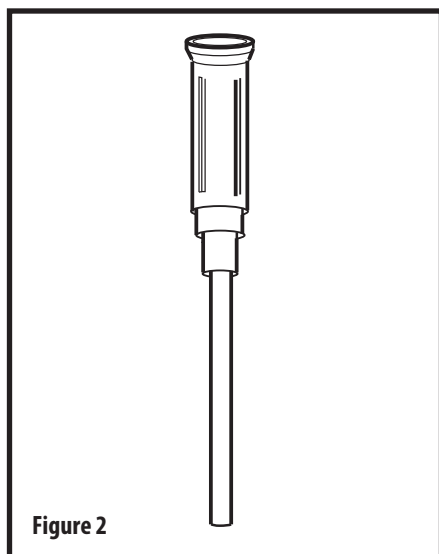

Figure 2
7. Włożyć kaniulę introduktora (Rys. 2) do portu jelita czczego, aż kielich przewodnika będzie w kontakcie z portem do karmienia do jelita czczego, a kaniula introduktora będzie widoczna wewnątrz rurki. Kaniula introduktora otwiera jednokierunkowy zawór i zabezpiecza go przed uszkodzeniem przez przewodnik.